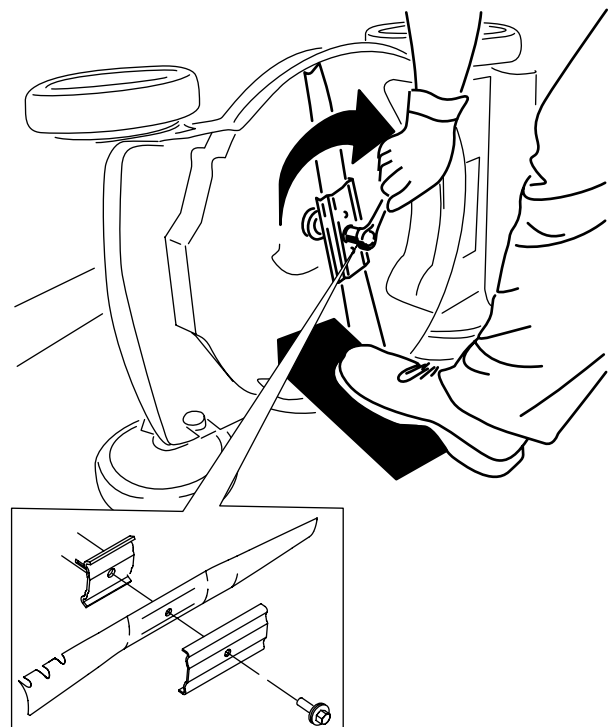

Figure 19
4. Montez la nouvelle lame, le support et le boulon de lame (Figure 19).